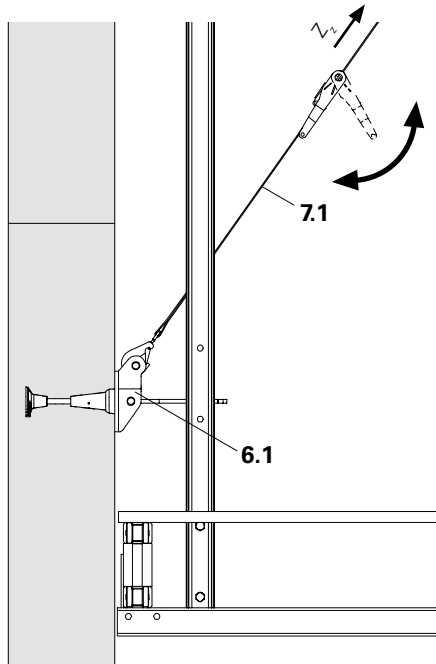

Fig. B1.35
6. Agganciare la cinghia (7.1) in basso all'attacco ancoraggio parete CB M24 (6.1) e tenderla. (Fig. B1.35)